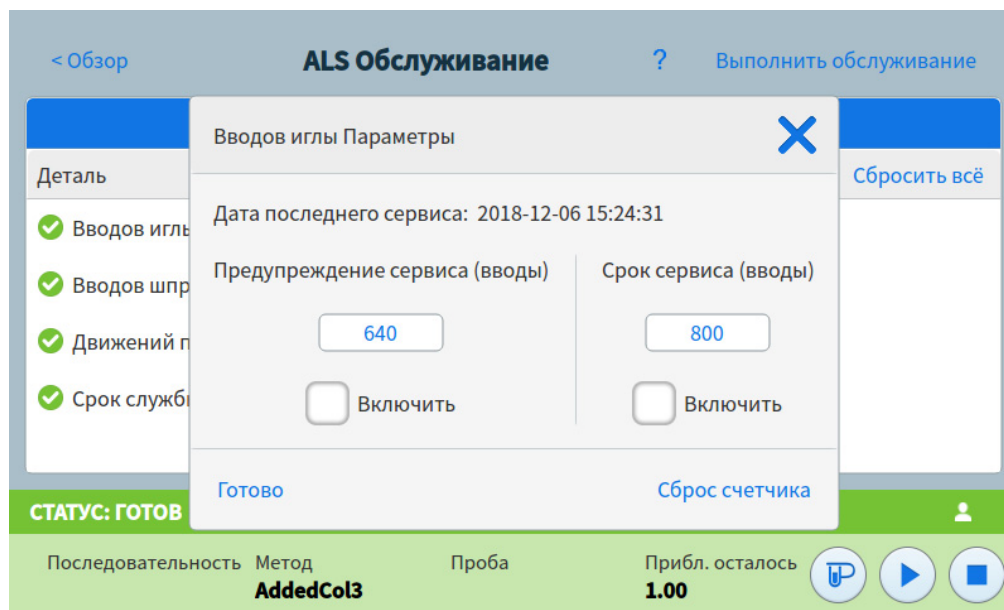

Рис. 35. Диалоговое окно параметров
- 2 Выберите список компонента, для которого необходимо изменить счетчик. См. **Рис. 35**.